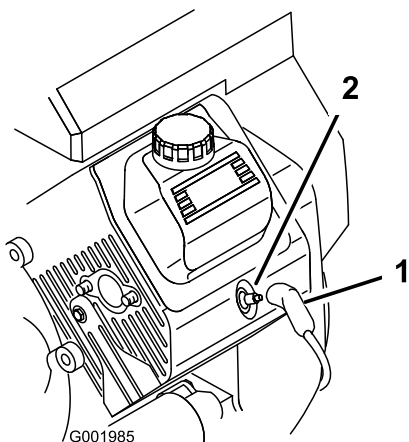

Figura 50
3. Staccate il cappellotto dalle candele (Figura 50).
3. Collegate i cappellotti alle candele (Figura 50).